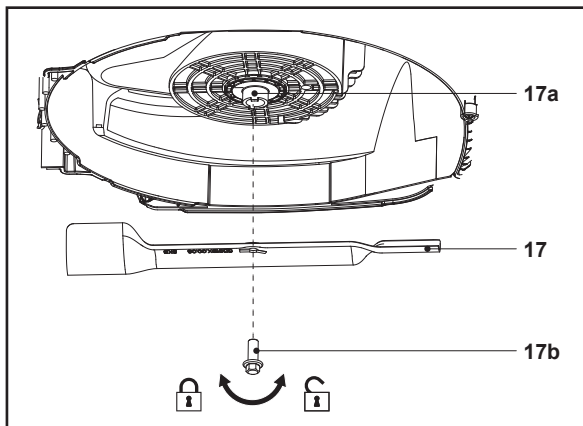

Fig. 13
1. Maintenir le dessous du produit et le dispositif de coupe (17) propres et exempts de débris. Retirer l'herbe coupée de la goulotte d'éjection (18).
3. Garder le dispositif de coupe (17) aiguisé pour conserver de bonnes performances de coupe. Si le dispositif de coupe est usé ou endommagé, le remplacer par un nouveau dispositif de même type ou demander à un spécialiste qualifié de l'aiguiser.
4. Desserrer le boulon (17b) dans le sens inverse des aiguilles d'une montre à l'aide d'une clé adaptée et le retirer avec le dispositif de coupe (17) (Fig. 13).
6. Replacer le dispositif de coupe (17) sur l'axe de palier (17a) en veillant à ce que l'alignement soit correct. Resserrer ensuite le boulon de fixation. Le couple de serrage doit être d'environ 25 Nm.
8. Lubrifier le dispositif de coupe (17) après chaque utilisation pour prolonger sa durée de vie et celle du produit. Appliquer de l'huile pour machine légère sur les bords du dispositif de coupe.